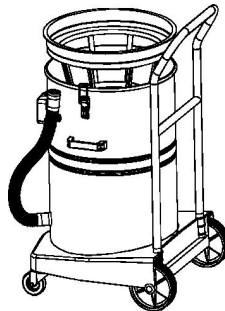

Abbildung 1
1. Befestigen Sie die Armaturen entsprechend den Reinigungsarbeiten. Bei der Staubabsaugung sollte der Tuchfilter befestigt werden, bei der Nassabsaugung sollte der Tuchfilter entfernt werden. (Abbildung 1).